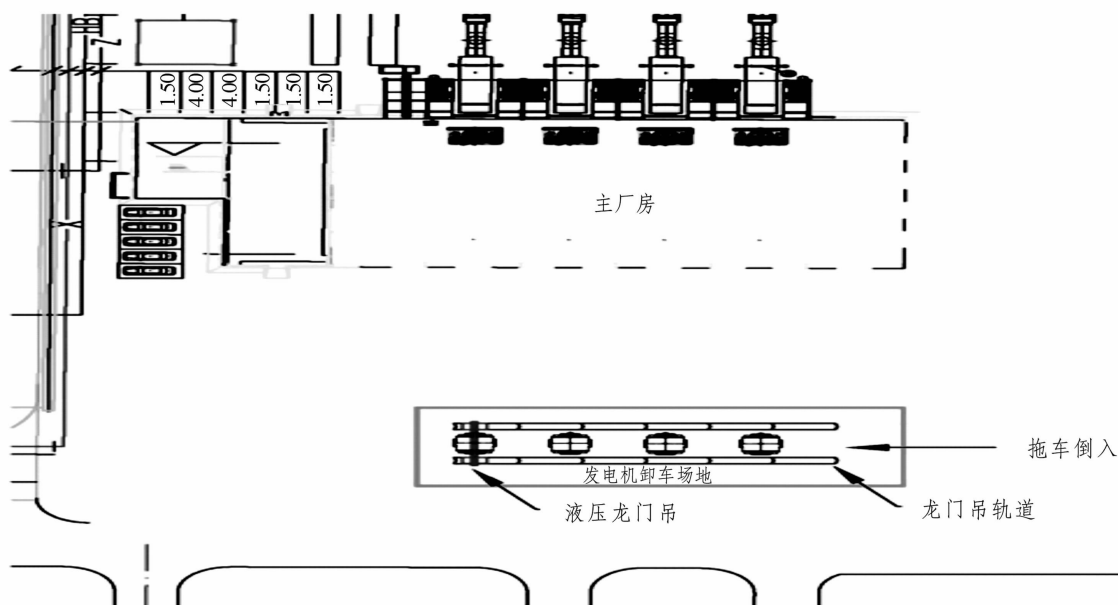

图3 发电机卸车
(1)厂外卸车场地的准备:在厂房外-Y方向平整一块场地(图3),将场地压实且地面高程与厂房地面一致。
(2)布置液压龙门吊(图3)。